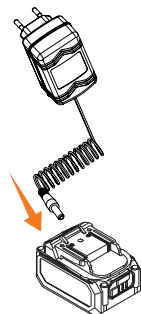

Рис. 2
- Включите в сеть зарядное устройство, при этом на нем загорится индикатор зеленым светом, вставьте штекер зарядного устройства в аккумулятор (Рис. 2).